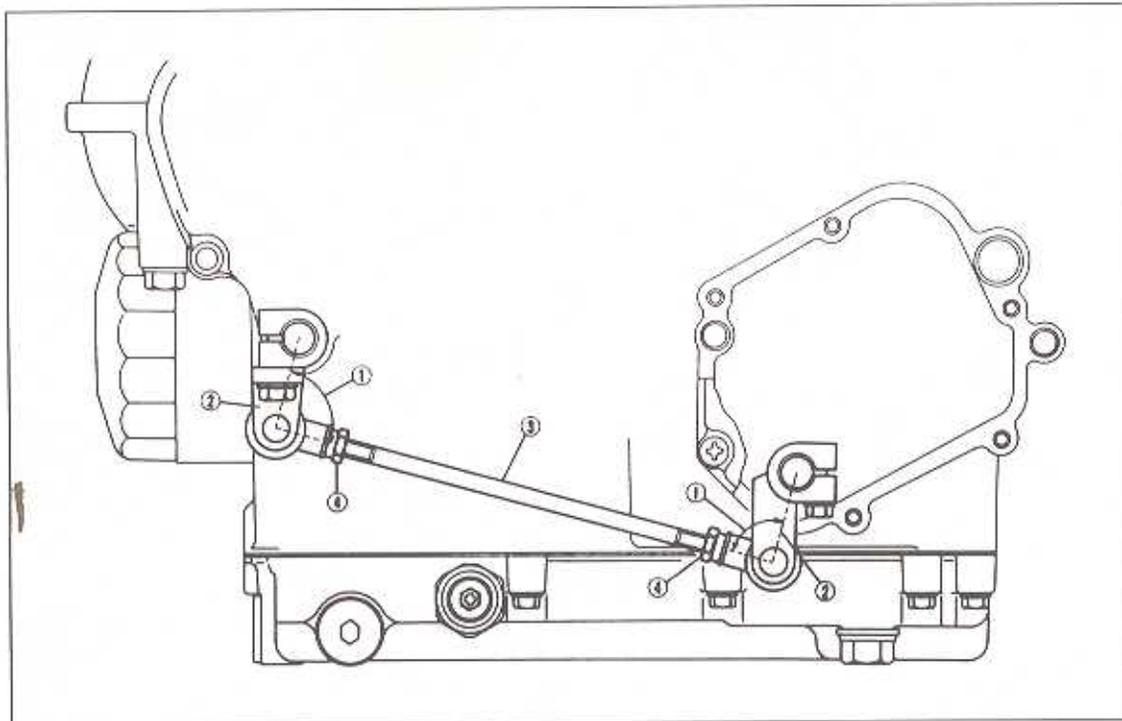

Bild 211
- Den Winkel von 90° überprüfen (Bild 211).